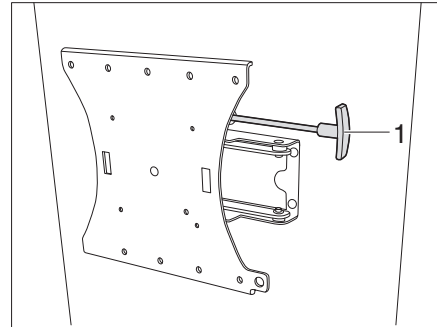

Bild 140 Halterung mit Gelenkarm (Variante 2)
- Hebel (Bild 140,1) ziehen um Flachbildschirm aus Arretierung zu lösen.
- Hebel (Bild 140,1) zur Arretierung wieder einschieben.